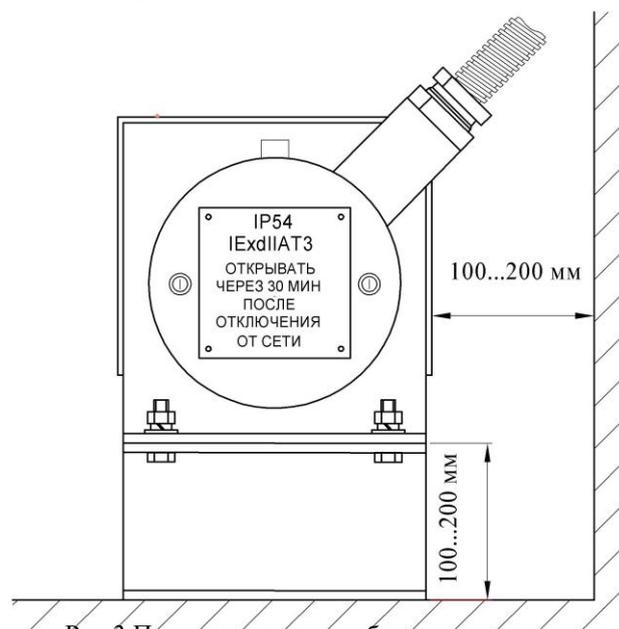

Рис.3 Пример установки обогревателя на месте эксплуатации
6.1.4 Устанавливать обогреватель необходимо на расстоянии 100-200 мм от стен и пола. Крепить обогреватель при помощи четырех болтов М8. Пример установки приведен на рис.3.